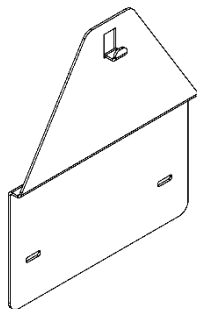

Рисунок 6.
7.2.3 При наличии в задней стенке только одного монтажного отверстия (сверху), а также если ранее был установлен аппарат марки «NEVA» или «BaltGaz», который крепился к стене с помощью двух крючков, можно выкрутить данные крючки и использовать отверстия для установки переходной планки (см. рис. 6). Переходная планка 114511-00.050 позволяет смонтировать аппарат с использованием уже имеющихся крепежных отверстий в стене. Переходная планка приобретается отдельно в фирменных магазинах или на сайте baltgaz.ru.